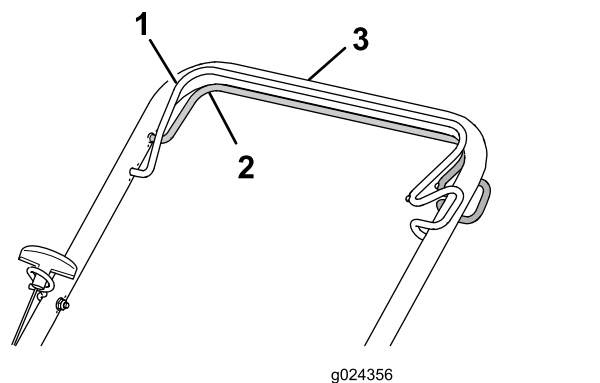

Figura 16
- **Pentru a cupla propulsia – automată:** tragei bara pentru propulsia automată către mâner i inei-o strâns (Figura 16).